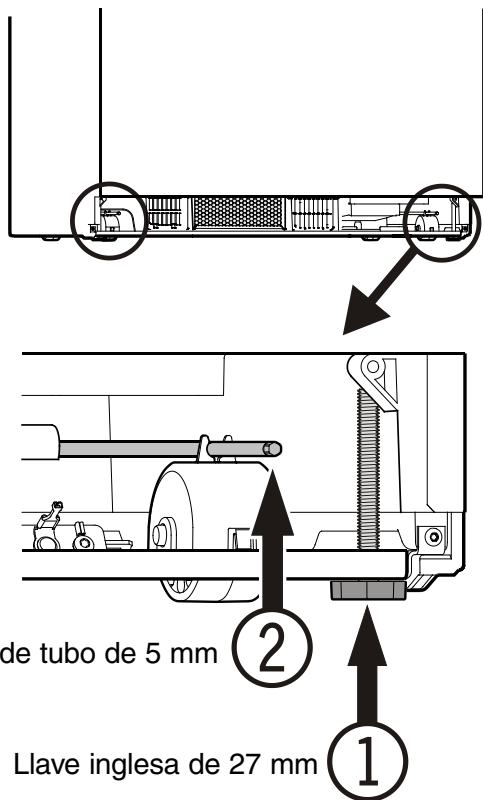

Figura 14
## Nivelación del aparato - Figura 14
Para evitar que el aparato se incline hacia adelante las patas de regulación ① (Figura 14) deben estar en contacto con el piso.